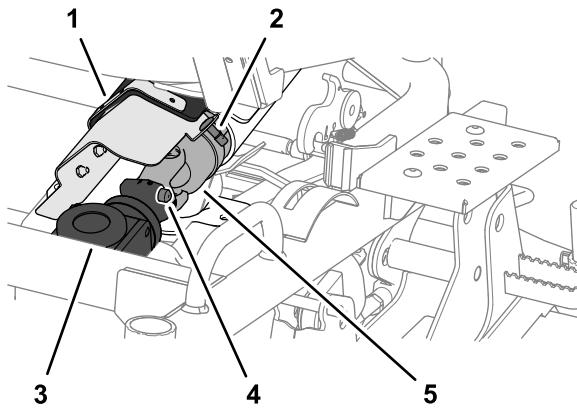

Рисунок 112
- Поверните элемент зажима за четверть оборота и отсоедините крышку крестовины карданного вала от кожуха ремня (Рисунок 112).
2. Отсоедините передний конец карданного вала от редуктора деки газонокосилки, нажав подпружиненный штифт, а затем вытянув конец карданного вала назад (Рисунок 112).
1. Совместите шлицы вилки крестовины карданного вала со шлицами в муфте редуктора; см. Рисунок 112 в разделе Отсоедините карданный вал от редуктора деки газонокосилки. \(страница 83\).
2. Нажмите на подпружиненный штифт и затем нажмите на конец карданного вала вперед; см. Рисунок 112 в разделе Отсоедините карданный вал от редуктора деки газонокосилки. \(страница 83\).
3. Отпустите подпружиненный штифт и проверьте, зафиксирован ли крестовина карданного вала в редукторе деки газонокосилки; см. Рисунок 112 в разделе Отсоедините карданный вал от редуктора деки газонокосилки. \(страница 83\).
4. Закройте крышку крестовины и прикрепите ее к кожуху ремня с помощью элемента зажима за четверть оборота; см. Рисунок 112 в разделе Отсоедините карданный вал от редуктора деки газонокосилки. \(страница 83\).